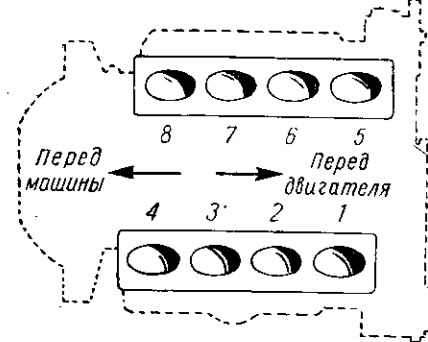
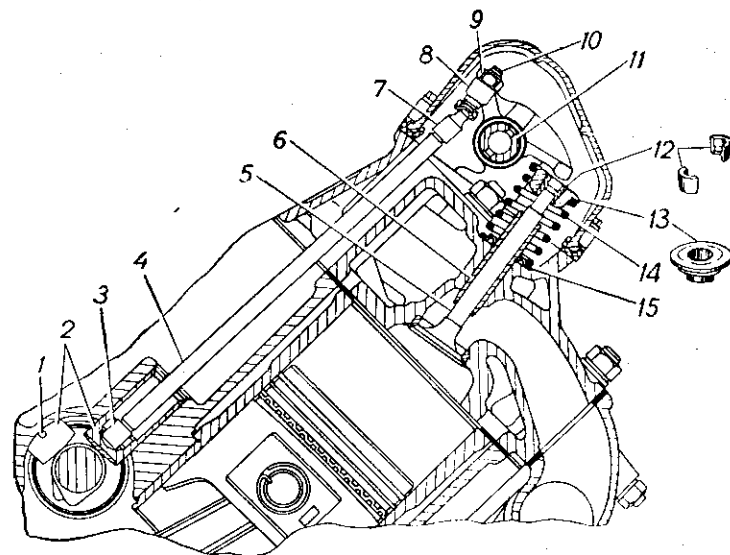

Рис. 2. Порядок нумерации цилиндров
Рис. 4. Механизм привода клапанов:
Порядок нумерации цилиндров указан на рис. 2.
Клапаны приводятся от распределительного вала через толкатели 2 (рис. 4), штанги 4 и коромысла 8. Пружина 14 клапана 5 упирается в тарелку 13, которая связана с клапаном через сухари 12. Клапан при работе двигателя проворачивается, что уменьшает износ его стержня и тарелки 13.
3. Проверьте и при необходимости отрегулируйте зазоры между клапанами и коромыслами первого цилиндра двигателя (порядок нумерации цилиндров показан на рис. 2). Для регулировки ослабьте контргайку 9 (см. рис. 4) на регулировочном винте 10 коромысла, установите по шупу требуемый зазор, вращая отверткой регулировочный винт 10, и затяните контргайку 9 до отказа. При правильно отрегулированном зазоре шуп 0,25 мм будет свободно